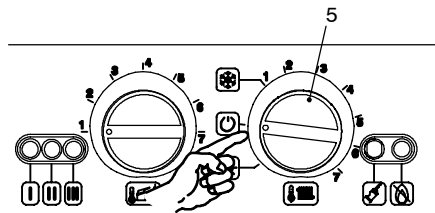

fig. 5.34
- 8 Posizionare il selettore 5 come indicato in fig. 5.34 per uscire dalla programmazione.